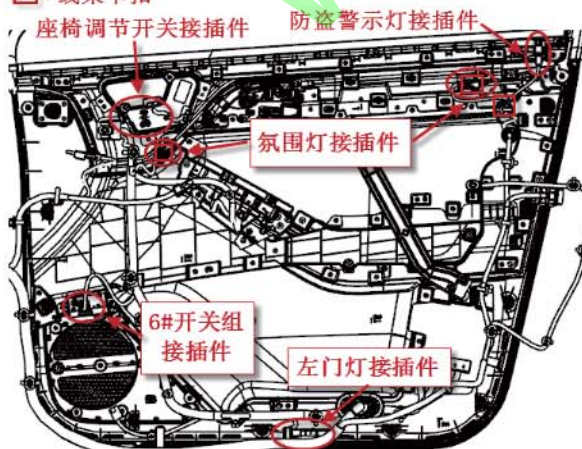

图8-1-7 线束分支接插件拆卸示意图
(5) 如图8-1-7, 分别按住防盗警示灯、座椅调节开关、氛围灯、6#开关组、左门灯接插件上的卡脚, 同时用力向外侧把接插器拔下, 再将各线束分支在门板背面固定的卡扣从门板上拔出。